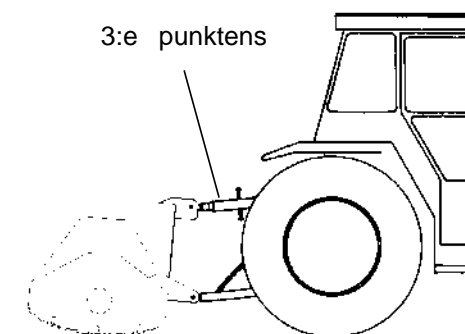

Bild 4-5 Felaktig anslutning
- Anslut inte klipparen enligt bild 4-5.